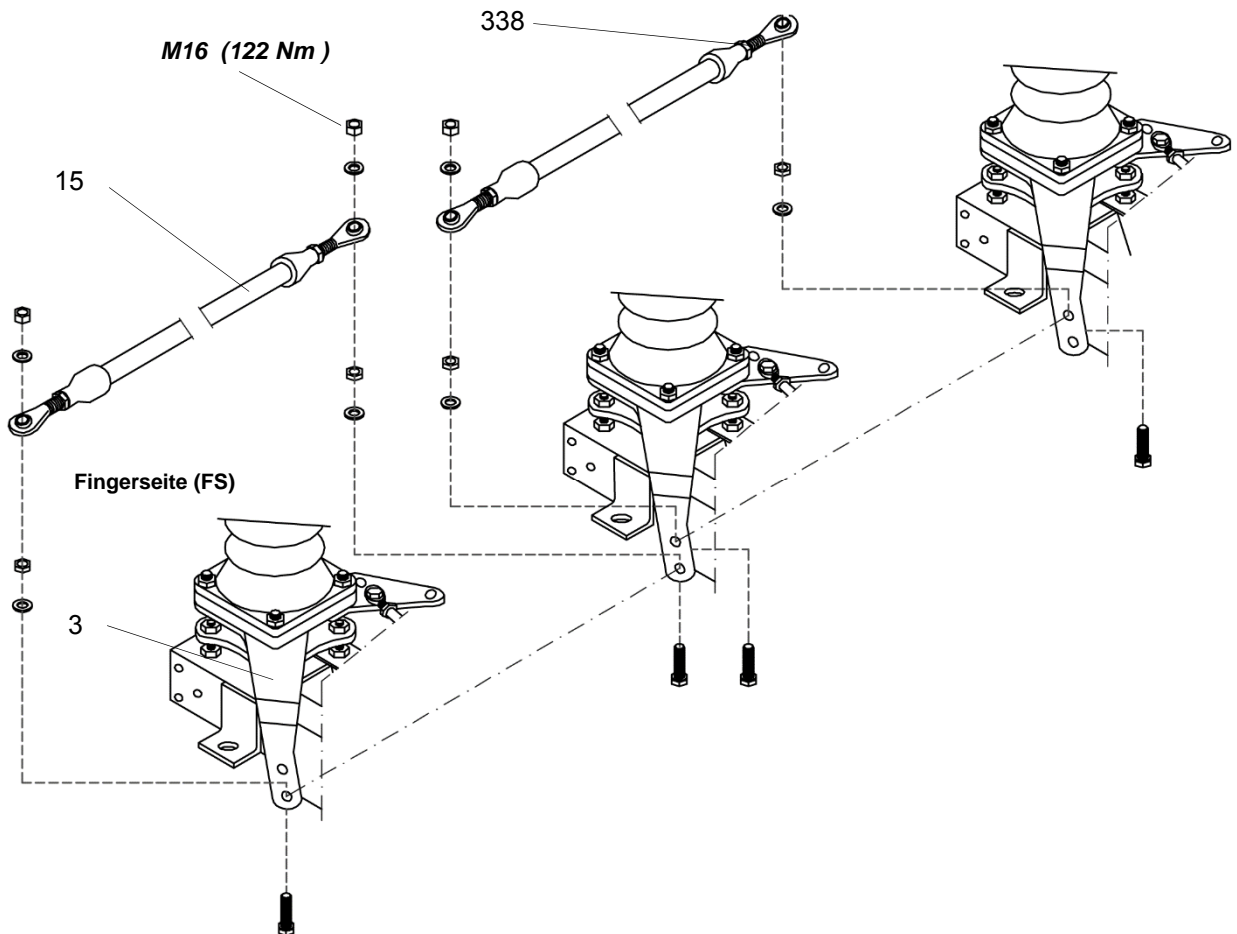

Bild 11 Trennschalterkupplung: Trennschalterpole nebeneinander
7. Antriebsstange (37) montieren [Bild 11] und auf die erforderliche Länge (Maß "n2") bringen.
8. Antriebsstange (37) verspannungsfrei mit den Sicherungsmuttern (direkter Anbau am Rahmen) festschrauben und Kontermuttern (338) festziehen.
9. Antriebshebel (74) festschrauben.
10. Positionierungswinkel (328) an den übrigen Trennschalterpolen entfernen.